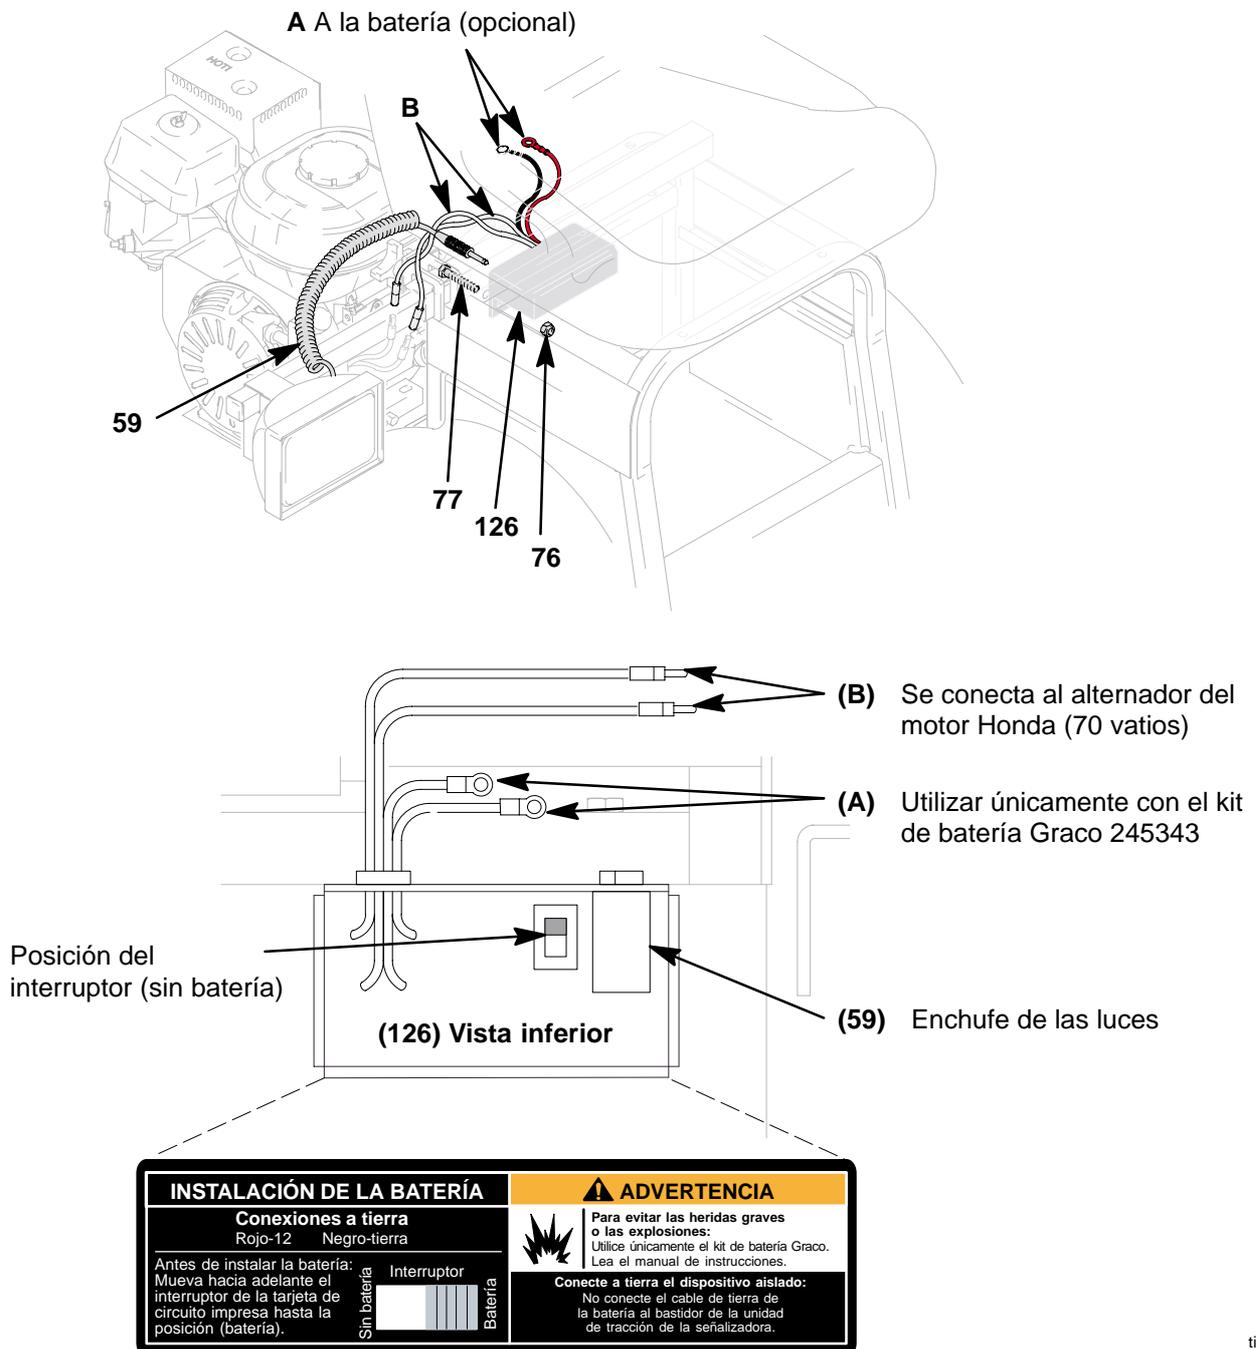
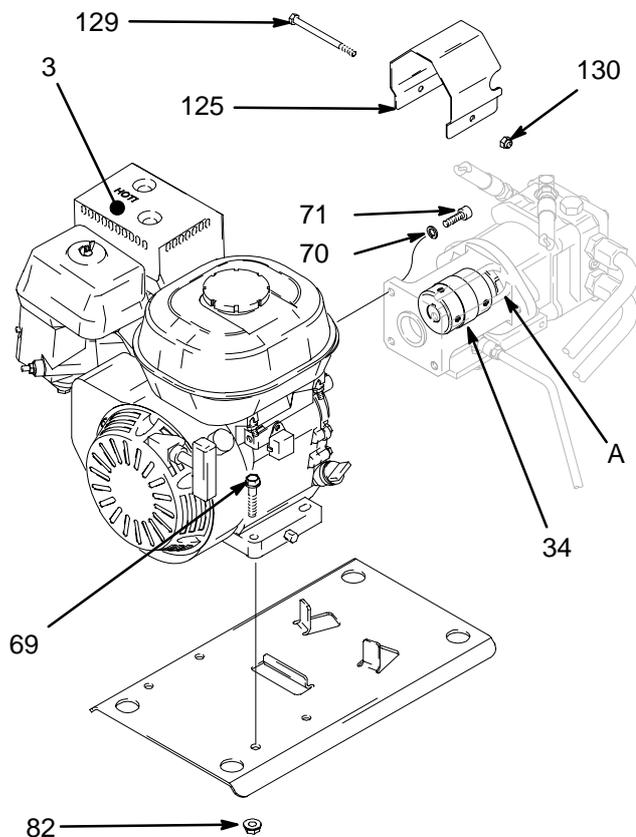

Fig. 5
Fig. 6
1. Fig. 5. Desenchufe el cable de las luces (59) y desconecte los hilos conductores (A, B).
2. Retire el perno (77) y la tuerca (76) y desmonte el regulador (126).
1. Fig. 5. Instale el regulador (126) con el perno (77) y la tuerca (76).
2. Conecte los hilos conductores (A, B) y enchufe el cable de las luces (59).
1. Fig. 6. Retire el tornillo de cabeza (129), la contratuerca (130) y la cubierta de protección del acoplamiento (125).
2. Retire el tornillo de fijación (A) del acoplamiento flexible (34).
3. Fig. 5. Desconecte todos los cables necesarios.
4. Saque los cuatro tornillos de cabeza (70) y las arandelas (71).
5. Fig. 6. Retire los cuatro tornillos de montaje del motor (69), las contratuercas (82) y el motor (3).
1. Fig. 6. Retire los cuatro tornillos de montaje del motor (69), las contratuercas (82) y el motor (3). Apriete a un par de 22,6 N.m.
2. Instale las cuatro arandelas (71) y los tornillos de cabeza (70).
3. Fig. 5. Conecte todos los cables necesarios.